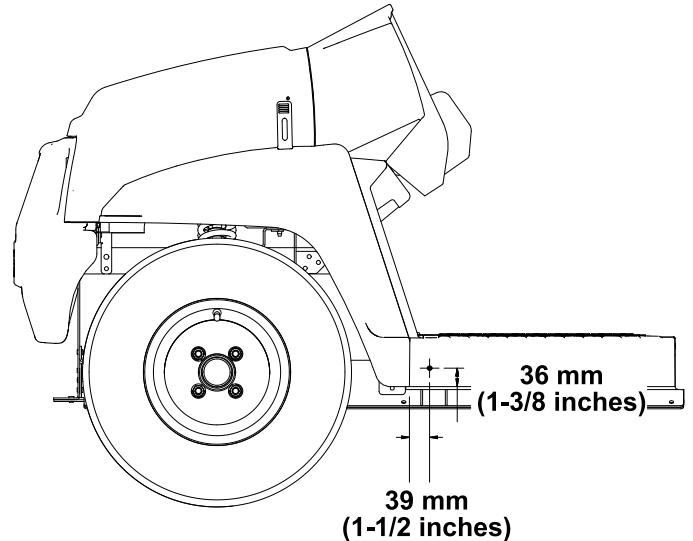

Рисунок 1
1. Просверлите 1 отверстие (5/16 дюйма) по размерам, указанным на Рисунок 1, в наружной поверхности панели пола с обеих сторон машины.